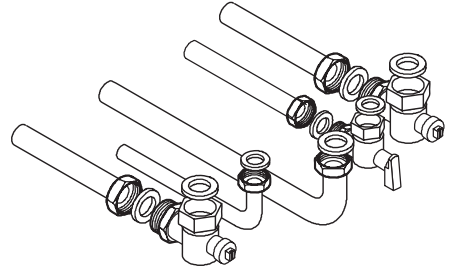

Figura 5.3
- Proceder al empalme de las tuberías utilizando las juntas originales suministradas con los grifos. Se recomienda apretar bien los empalmes hidráulicos y de gas Figura 5.3.